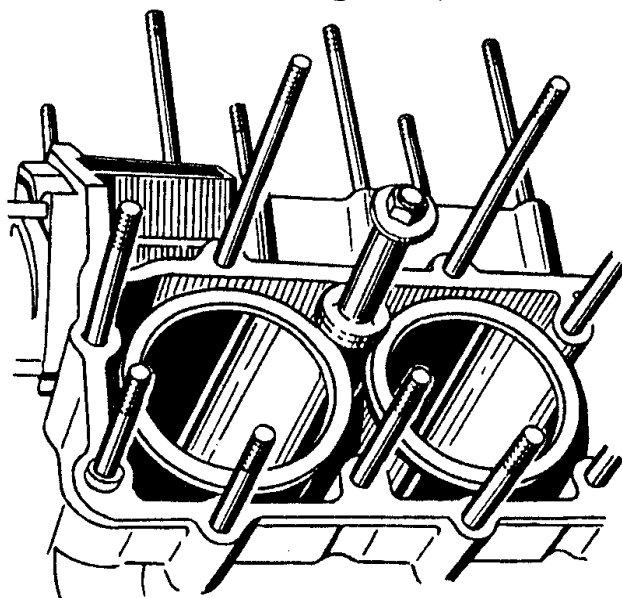

Рис.69. Закрепление гильз втулками - зажимами
29. При необходимости, вынуть гильзы цилиндров с прокладками. В противном случае, закрепить втулками-зажимами гильзы цилиндров в блоке цилиндров для предохранения их от выпадения (рис.69).